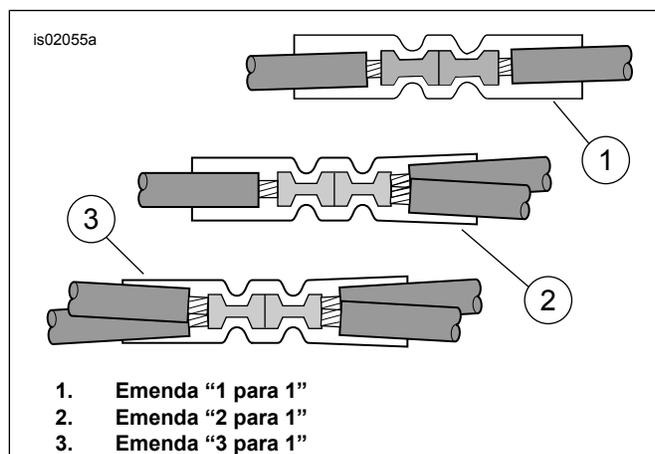

Figura 22. Configurações da emenda
3. Veja Figura 22 . A configuração de emenda de fios "2 para 1". Pegue um conector de emenda selada **vermelho** (veja Figura 34, item 4) do kit. Emende o fio preto do transmissor do mecanismo de abertura da porta da garagem nos fios **pretos** do farol dianteiro. Corte o fio da cobertura do chicote de fios para ajudar na emenda.
- Emende os fios nas extremidades da capa de vedação do chicote de fios da conexão elétrica conforme necessário. Se o chicote de fios da conexão elétrica foi emendado em uma instalação anterior de acessório, corte as emendas existentes. **NÃO REMOVA** a capa de vedação do fio VERMELHO. Veja a figura 22. para várias configurações de emenda.
- Corte a capa do fio preto e remova, crimpe e vede o fio PRETO do chicote de fios **desse** kit usando o fio preto adicional (10) do pacote de ferragens como uma extensão.
4. Veja Figura 22. A configuração de emenda de fios "2 para 1". Pegue um conector de emenda selada **vermelho** (veja Figura 34, item 4) do kit. Emende o fio de alimentação do chicote de fios do mecanismo de abertura da porta da garagem nos fios laranja/branco do chicote de fios principal, de acordo com as instruções do apêndice do Manual de serviço.